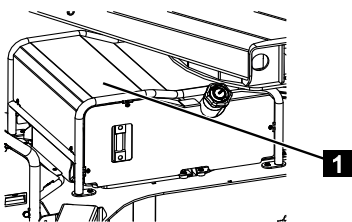

Fig. 246
1. Démonter le capot (Fig.246/1).